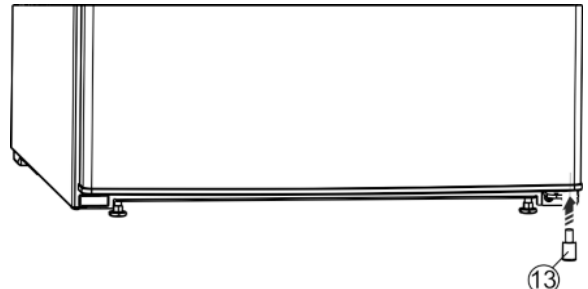

Fig. 7
- ▶ A távtartót Fig. 7 (13) helyezze vissza az ajtó jobb oldalának